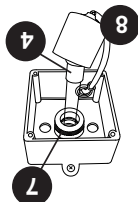
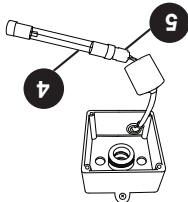
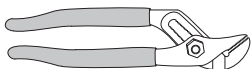

Figure 3
Figure 4
Figure 5
17. Faire glisser la nouvelle ampoule UV (4) dans le tube de quartz, Fig. 3.
18. Réinstaller la gaine protectrice noire (8) sur l'écrou à compression (7).
19. Réinstaller le couvercle (10) et le joint d'étanchéité (9), et visser le tout en place.
- Remarque** : Pour ne pas endommager la ampoule UV, prendre soin de bien aligner les fiches de la ampoule UV (4) avec les trous de la douille (5) avant de les y insérer complètement.
3. Enlever la gaine protectrice noire (8) en la faisant glisser le long du câble pour l'éloigner de l'écran à compression (7), Figure 3.
4. Retirer délicatement la ampoule UV (4) du tube de quartz.
5. Retirer la douille (5) de la ampoule UV (4), Figure 4.
6. Retirez l'écran de compression du joint de quartz (7) en le tournant dans le sens **antihoraire**, Figure 3. Utilisez une paire de pinces multiprises si nécessaire, Figure 5. Vous remarquerez qu'une rondelle de compression en acier inoxydable (6) glisse sur le tube de quartz. Conservez la rondelle (6) pour une utilisation ultérieure, Figure 6. Il existe également un joint d'étanchéité noir (13); saisissez le joint d'étanchéité noir, puis retirez lentement et délicatement le tube de quartz.
7. Vous pouvez maintenant nettoyer ou remplacer le tube de quartz à l'étape 10. S'il faut remplacer le tube (2), suivre les étapes 8 et 9, et passer directement à l'étape 10.